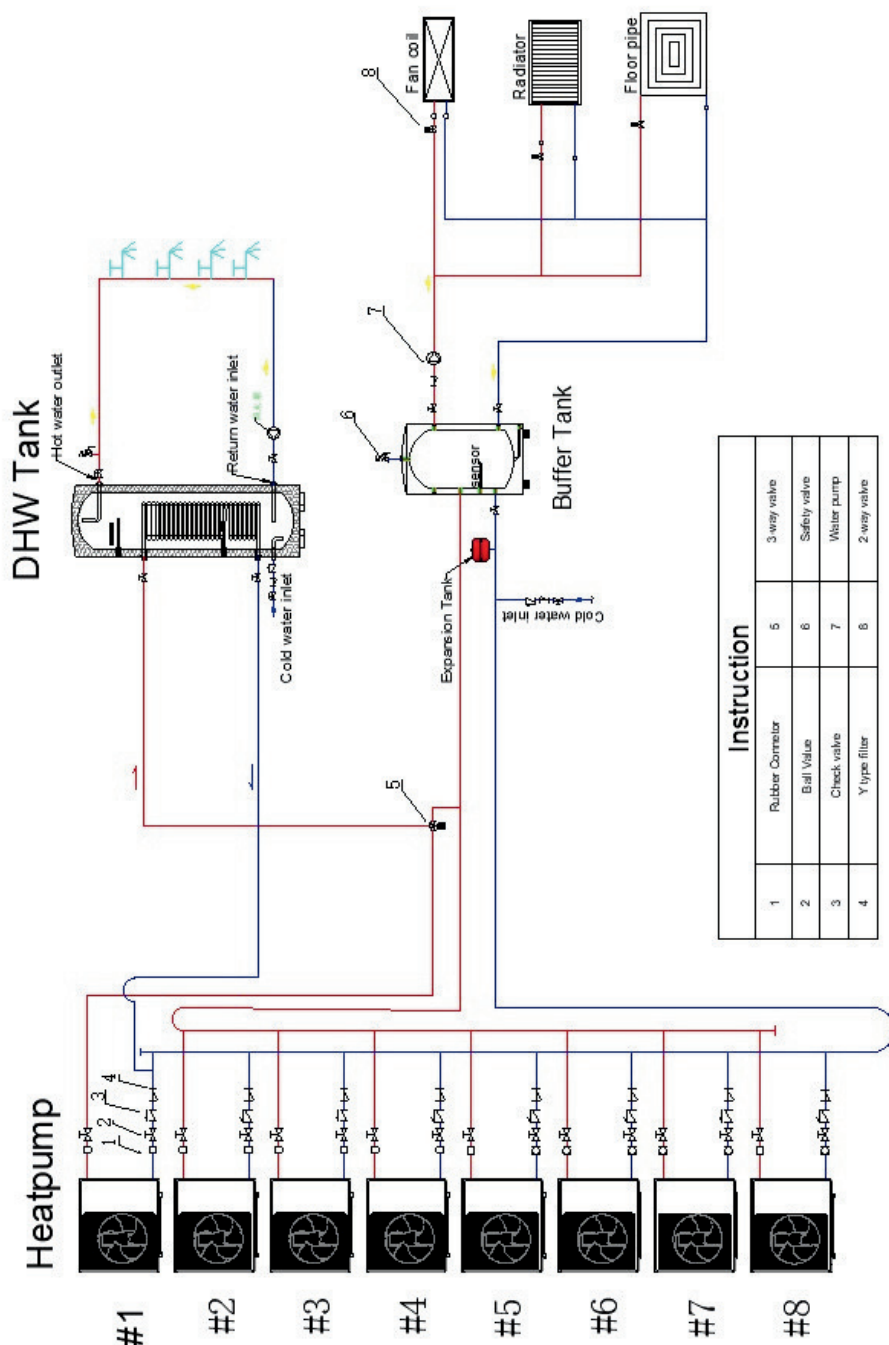

FIGUUR 3
1) Systeeminstallatieschema zoals te zien in Figuur 2, Figuur 3.